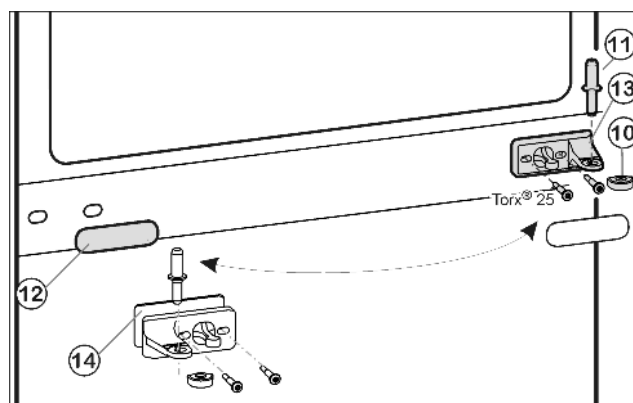
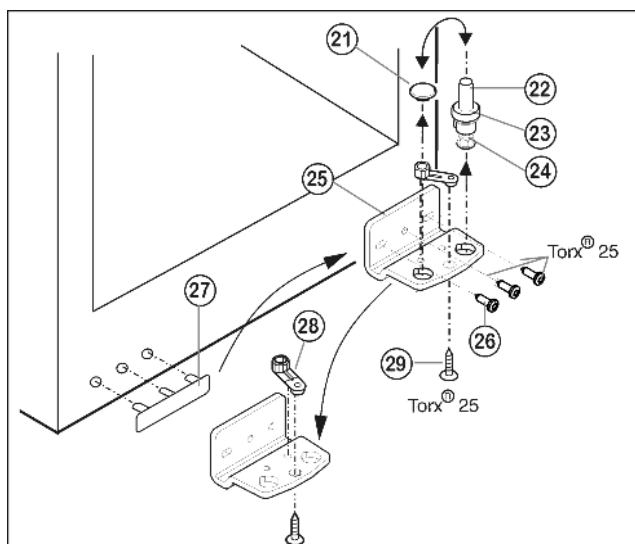

Fig. 9
Fig. 10
- ▶ Wyjąć środkowy sworzeń zawiasu Fig. 9 (11) z płytki zawiasu i dolnych drzwi.
- ▶ Wyjąć zaślepkę z tworzywa sztucznego Fig. 9 (10).
- ▶ Odkręcić środkową płytkę zawiasu Fig. 9 (13) (2 razy Torx® 25).
- ▶ Ostrożnie zdjąć osłonę Fig. 9 (12).
- ▶ Środkową płytkę zawiasu Fig. 9 (13) z podkładką Fig. 9 (14) obrócić o 180° przykręcić mocno na nowej stronie zawiasu (**z siłą 4 Nm**).
- ▶ Założyć zaślepkę Fig. 9 (12) obrócić o 180° po nowej stronie uchwytu.
- ▶ Trzpień zawiasu Fig. 10 (22) kompletny, z podkładką Fig. 10 (23) i nóżką Fig. 10 (24), wyciągnąć do góry.
- ▶ Unieść zatyczki Fig. 10 (21).
- ▶ Odkręcić Fig. 10 (25) płytkę zawiasu Fig. 10 (26).
- ▶ Odkręcić element zawiasu Fig. 10 (28), przełożyć do przeciwległego otworu zawiasu i tam dokręcić.
- ▶ Zdjąć i przełożyć osłonkę po stronie uchwyty Fig. 10 (27) na przeciwległą stronę.
- ▶ Przykręcić mocnopłytkę zawiasu Fig. 10 (25) na nowej stronie (z siłą 4 Nm), w razie potrzeby za pomocą wkrętarki akumulatorowej.
- ▶ Zatyczki Fig. 10 (21) ponownie włożyć do innego otworu.
- ▶ Trzpień zawiasu Fig. 10 (22) kompletny, z podkładką i nóżką włożyć ponownie. Przy tym zwrócić uwagę, by krzywka zatrzaskowa wskazywała do tyłu.
- ▶ Założyć dolne drzwi od góry na dolny sworzeń zawiasu Fig. 10 (22).
- ▶ Ponownie założyć zaślepkę z tworzywa sztucznego Fig. 9 (10) na środkową płytkę zawiasu Fig. 9 (13).
- ▶ Po nowej stronie zawiasu przełożyć środkowy sworzeń zawiasu Fig. 9 (11) przez środkową płytkę zawiasu Fig. 9 (13), wkładając go w dolne drzwi.
- ▶ Założyć górne drzwi na środkowy sworzeń zawiasu Fig. 9 (11).
- ▶ Korzystając ew. z obu podłużnych otworów w dolnej płytce zawiasu Fig. 10 (25) i środkowej płytce zawiasu Fig. 9 (13) ustawić drzwi w jednej linii z obudową urządzenia. W tym celu wykręcić środkową śrubę z płytki zawiasu u dołu Fig. 10 (25).